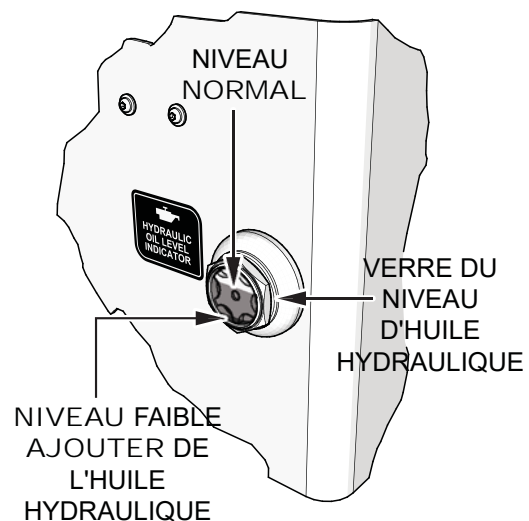

Figure 13. Regard d'huile hydraulique
2. Inspecter visuellement le regard de l'huile hydraulique (Figure 13) situé à l'arrière droit du tambour avant. Pour un fonctionnement normal, le niveau d'huile hydraulique doit être sous le maximum et au-dessus du fond du regard. **NE PAS TROP REMPLIR!**